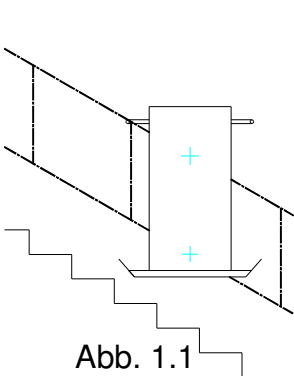

Abb. 1.1
3. Handrad drehen und während dessen Bremsenhebel gedrückt halten. Die Drehrichtung ist am Handrand angegeben. Immer in jene Richtung drehen, in welcher das gewünschte Ziel am schnellsten erreicht wird. Handrad solange drehen, bis die Plattform auf einem Podest oder einem geraden Stiegenlauf (nicht in einer Kurve) steht (Abb. 1.1).